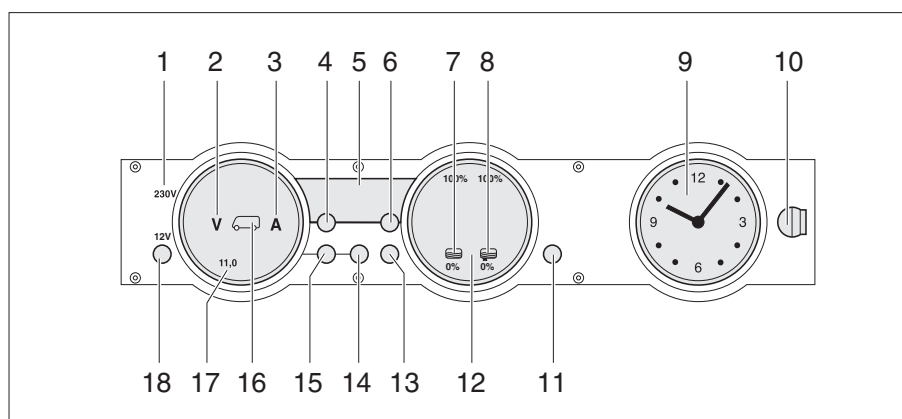

Fig. 198 Panneau de contrôle MP 20-T
Le voyant de contrôle 230 V (Fig. 198,1) s'allume si l'arrivée du bloc électrique est sous tension de réseau.
L'interrupteur principal 12 V (Fig. 198,18) établit ou coupe le panneau de contrôle et l'alimentation 12 V de la cellule.
- Appuyer brièvement sur la touche "12 V" (Fig. 198,18). L'alimentation 12 V de la cellule est assurée. L'indicateur de contrôle "12 V" s'allume.
- ▷ La tension de la batterie de cellule est trop faible quand les DEL "11,0" de l'affichage en Volt et le symbole Volt "V" (Fig. 198,2) clignotent dans l'indicateur des batteries (Fig. 198,17) après la mise sous tension. Charger la batterie.
- ▷ La coupure de batterie est active quand l'indicateur de contrôle "12 V", le symbole de la batterie de cellule (Fig. 198,16) et le symbole Volt "V" (Fig. 198,2) clignotent trois fois après la mise sous tension. Désactiver la coupure de batterie.
- Appuyer brièvement sur la touche "12 V" (Fig. 198,18). L'alimentation 12 V de la cellule est coupée. L'indicateur de contrôle "12 V" s'éteint.
- Appuyer sur la touche batterie de cellule (Fig. 198,14) et la maintenir enfoncée pendant 10 secondes environ. Les symboles Volt "V" (Fig. 198,2) et Ampères "A" (Fig. 198,3) clignotent trois fois. La batterie de cellule est coupée du réseau de bord de 12 V.
- Appuyer sur la touche "12 V" (Fig. 198,18) et la maintenir enfoncée pendant 5 secondes environ. Le symbole Volt "V" (Fig. 198,2) clignote trois fois. La batterie de cellule est branché au réseau de bord 12 V. L'indicateur de contrôle s'allume au bout d'env. 2 secondes.
- Appuyer sur la touche de la batterie de cellule  (Fig. 198,14). Le symbole Volt "V" (Fig. 198,2) s'allume. Le symbole Ampères "A" est, suivant son niveau de charge, blanc ou rouge. La tension de la batterie et le courant de la batterie de cellule sont affichés au moyens de DEL à l'intérieur de l'indicateur.
- Appuyer sur la touche de la batterie de démarrage  (Fig. 198,15). Le symbole Volt "V" (Fig. 198,2) s'allume. Des DEL à l'intérieur de l'indicateur indiquent la tension de la batterie de démarrage.
- Appuyer sur la touche réservoirs  (Fig. 198,13). Les symboles réservoir d'eau  (Fig. 198,7) et réservoir d'eaux usées  (Fig. 198,8) s'allument. Des DEL à l'intérieur de l'indicateur indiquent le niveau du réservoir d'eau (échelle de gauche) et celui du réservoir d'eaux usées (échelle de droite).
Le symboles Volt "V" (Fig. 198,2) et les DEL "11,0" clignotent dès que la tension de la batterie descend en dessous de 11 V (mesurée en marche) et qu'il y a risque de décharge profonde de la batterie.
Le symbole du réservoir d'eau  (Fig. 198,7) ou celui du réservoir d'eaux usées  (Fig. 198,8) clignote quand le réservoir d'eau est vide ou que le réservoir d'eaux usées est plein.